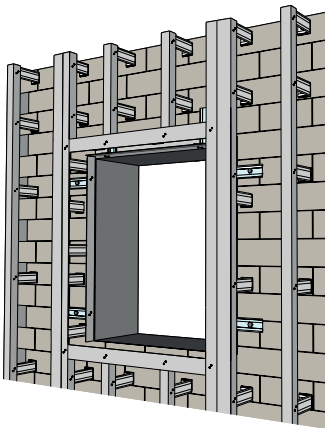
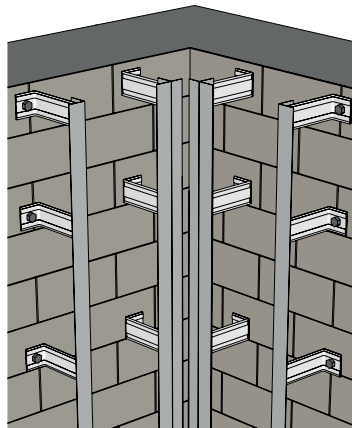
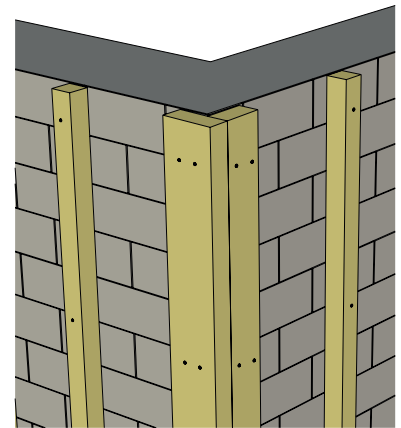

Рисунок 19
Рисунок 20
Рисунок 21
- 9.8** Для металлической и деревянной обрешетки, вокруг оконных, дверных и прочих проемов (рис. 19), во внутренних углах (рис. 20) обрешетка устанавливается сплошной и широкой (100-150 мм). На наружных углах (рис. 21) сплошной и широкой устанавливается только на деревянной обрешетке.